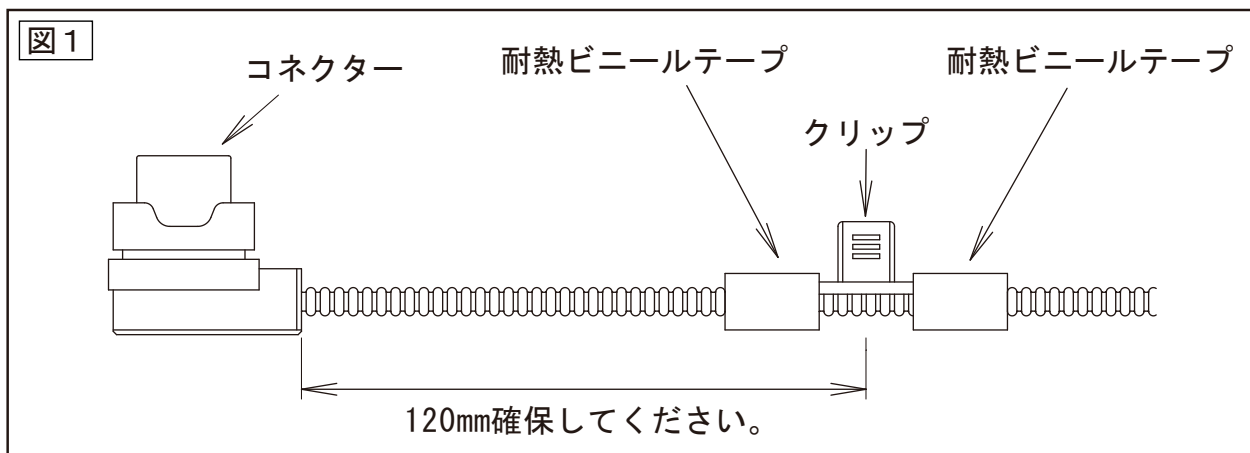

図1.純正アクチュエータ配線のイメージ
- (1) 純正アクチュエータハーネスを確認し、図1の長さが120mm確保できていることを確認してください。